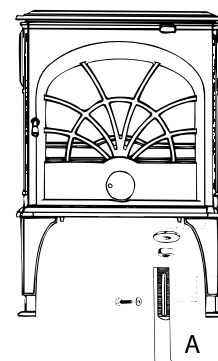

Fig. 2
- Legg peisovnen forsiktig på ryggen og monter bena som vist på fig. 2 A (bena er justerbare fra 220-300 mm).